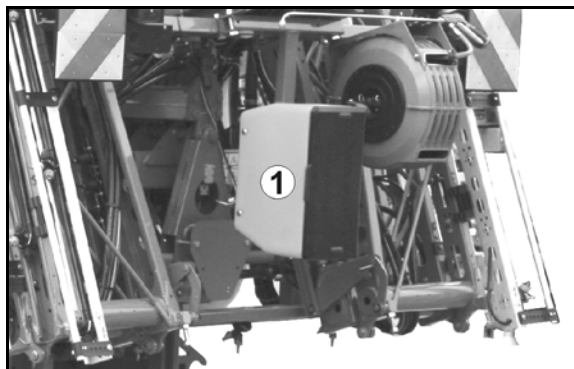

Fig. 59
- Fest låsepinnene med sikringsbånd (Fig. 58; Fig.59/3) til maskinen (Fig. 58/5; Fig.59/5).
5. **Styrbare** ruller **foran** (Fig. 58/1) / **Faste** ruller **bak** (Fig.59/1)
- o monteres, og sikres med låsepinner (Fig. 58; Fig.59/2), henholdsvis
Når transportrullene ikke benyttes, festes låsepinnene i parkeringsposisjon (Fig. 58/4; Fig.59/4).
Ved montering av de faste rullene må man passe på at boltene (Fig.59/6) går gjennom boringen i rammen slik at de holder rullen i lengderetning.